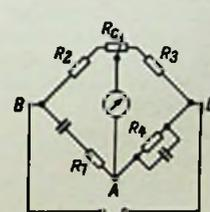

Bild 2. Spezialausführung der Wien-Robinson-Brücke
d) Spezialausführung der Wien-Robinson-Brücke (Bild 2)
Für möglichst exakten Abgleich ist ein sauberes Tonminimum Bedingung. Die an sich kleine Differenz in den Phasenwinkeln der Widerstände R_1 und R_4 kann eine gewisse Unsicherheit hervorrufen. Dies wird in der Schaltung nach Bild 2 vermieden. Zwischen R_2 und R_3 wird der veränderliche Spannungsteiler-Widerstand R_0 geschaltet. Mit ihm läßt sich der Diagonalpunkt etwas verschieben und ein scharfes Tonminimum erzeugen.